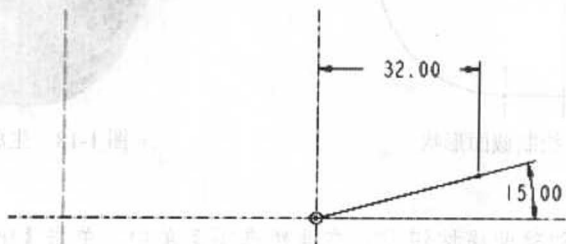

图 1-15 截面线的绘制
(10) 单击【Done (完成)】命令, 系统以轨迹线的起始点位置和旋转中心轴线定义的平面自动定位进入草图绘制环境。
(11) 单击工具栏中矩形绘制按钮 , 建立如图 1-15 所示的扫描截面。
(12) 单击工具栏内完成按钮  以结束扫描截面的绘制。